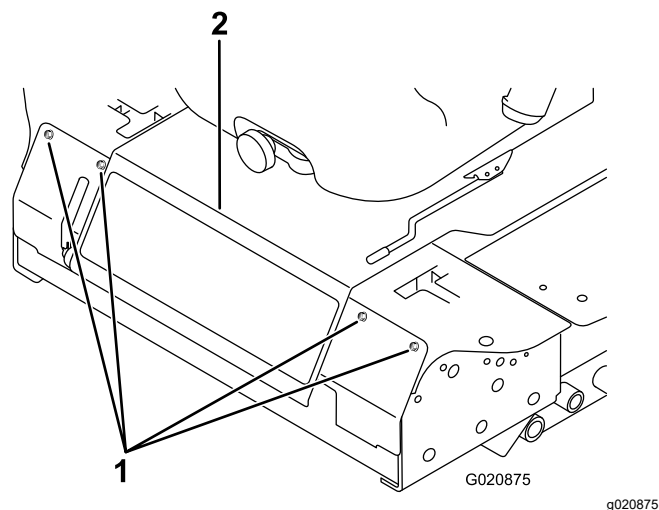

Рисунок 48
2. Снимите болты крепления передней панели и снимите переднюю панель (Рисунок 48).